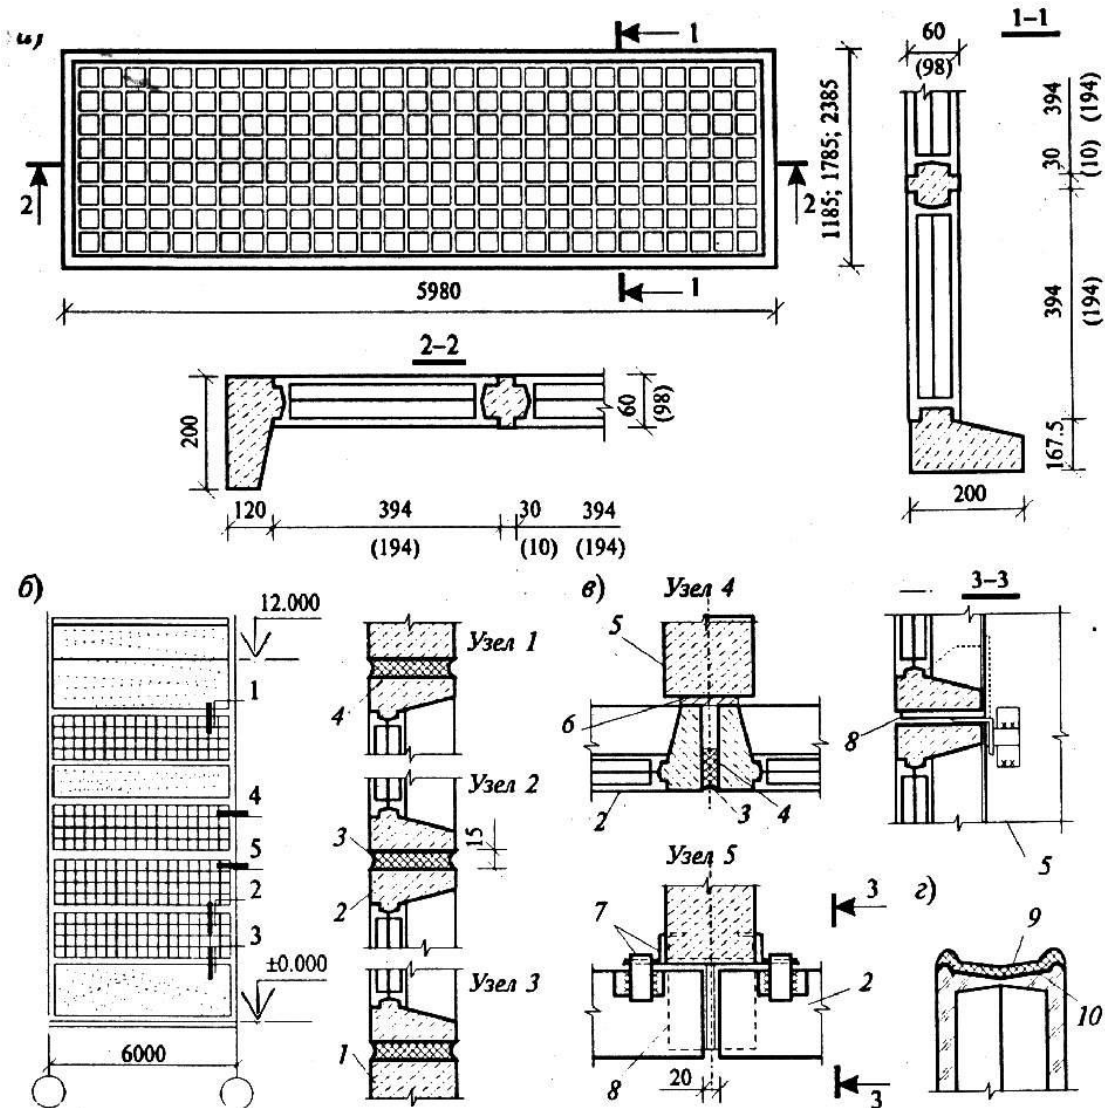

Рисунок 5.6 – Стекложелезобетонные оконные панели:
**Стекложелезобетонные панели** состоят из железобетонной рамы и заполнения из стеклоблоков. Панели каждого яруса опирают на монтажные столики и с помощью уголков крепят к колоннам каркаса. Швы между панелями заполняют упругими прокладками, промазывают мастикой (рисунок 5.6).